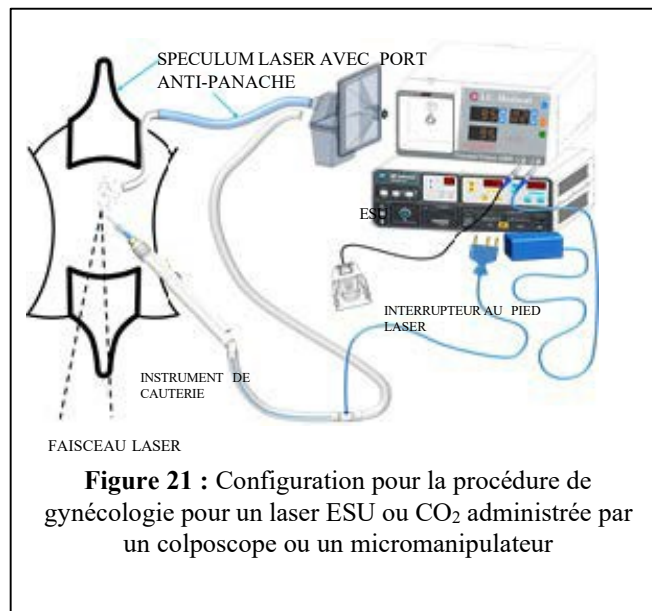

Figure 21 : Configuration pour la procédure de gynécologie pour un laser ESU ou CO₂ administrée par un colposcope ou un micromanipulateur
3. Reportez-vous à la Figure 21 pour la configuration.